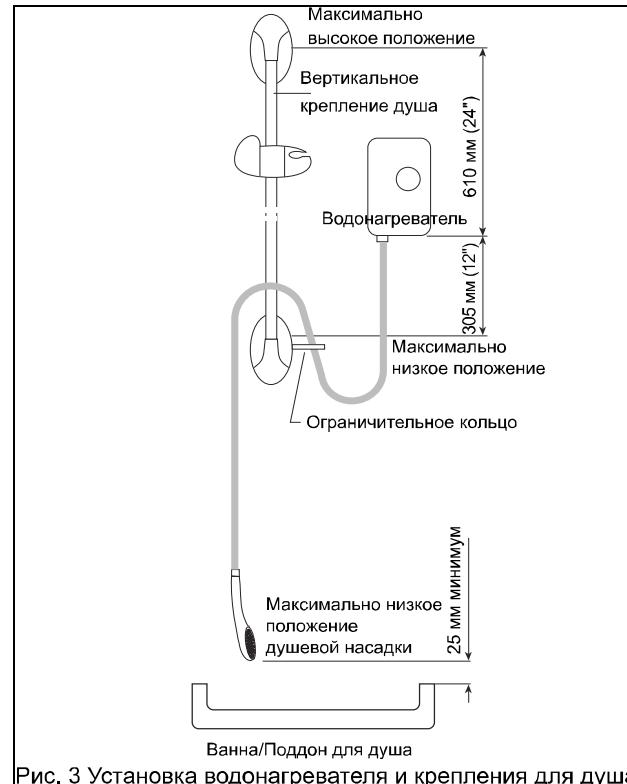

Рис. 3 Установка водонагревателя и крепления для душа
- расстояние от нижнего края водонагревателя до душевой насадки в стационарном положении (максимально низкое положение насадки)- не более 305 мм (см. рис. 3)
В случае, когда душевая насадка в свободно висящем положении находится на расстоянии менее 25 мм (1") от уровня перелива ванной, душевого поддона или биде, рекомендуется установить ограничительное кольцо (см. рисунок 3).